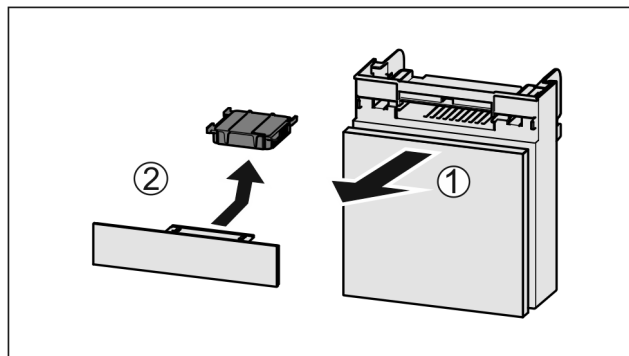

Fig. 180
- ▶ Вытянуть Fig. 180 (1) отделение движением вперед.
- ▶ Извлечение Fig. 180 (2) фильтра с активированным углем.